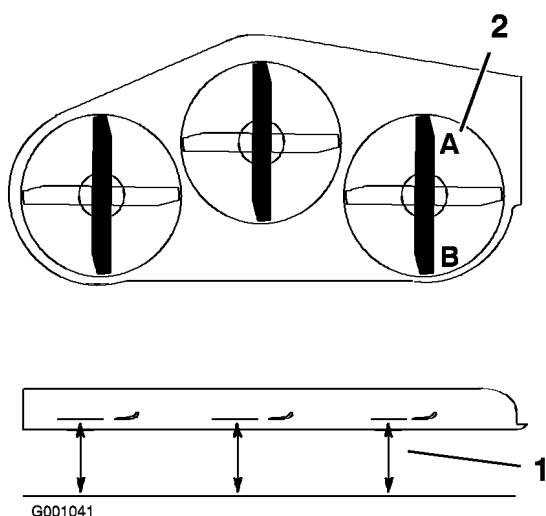

Figure 59
1. Tournez la lame droite dans le sens longitudinal (Figure 59).
2. Mesurez la distance au point **A** entre la surface plane et le tranchant de la pointe de la lame droite (Figure 59).
4. Mesurez la distance au point **B** entre la surface plane et le tranchant de la pointe de la lame droite (Figure 59).
6. La lame doit être plus basse de 6 à 10 mm au point **A** qu'au point **B** (Figure 59). Si ce n'est pas le cas, passez aux étapes suivantes.